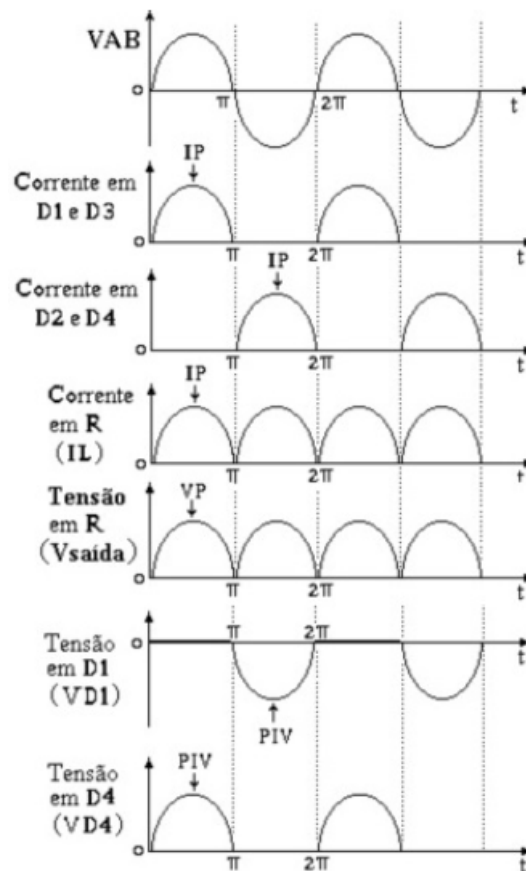

Figura 8 Forma de Ondas
5. Utilizar o osciloscópio para visualizar todas as grandezas de interesse (mostradas na Figura 8), identificando seus valores de pico, médios e eficazes.
5. Obter as principais formas-de-onda (vide Figura 8);